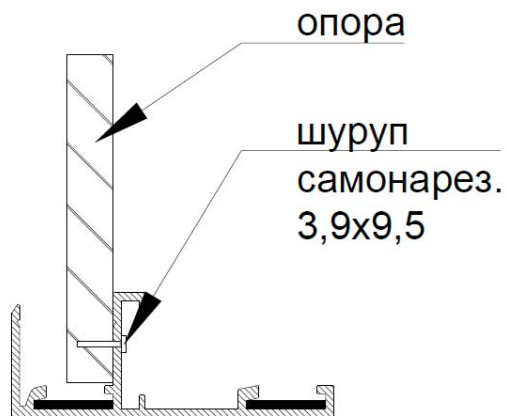

РИС. 2
**1.1.** Вставить угловые соединители в указанные на схеме пазы вертикальных стоек (темные прямоугольники рис. 2)